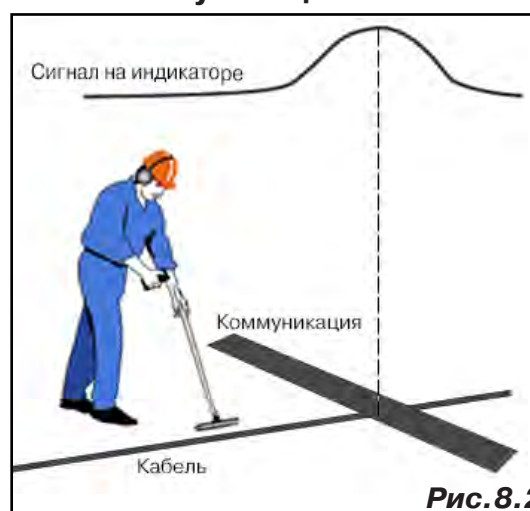

Рис.8.2
3. Расположить корпус электромагнитного датчика над трассой кабеля параллельно трассе (уровень сигнала на индикаторе приемника будет близок к нулю) (рис. 8.2). Провести трассопоиск в соответствии с методом максимума. При прохождении по трассе место пересечения кабеля с коммуникациями определяют по максимальному сигналу.